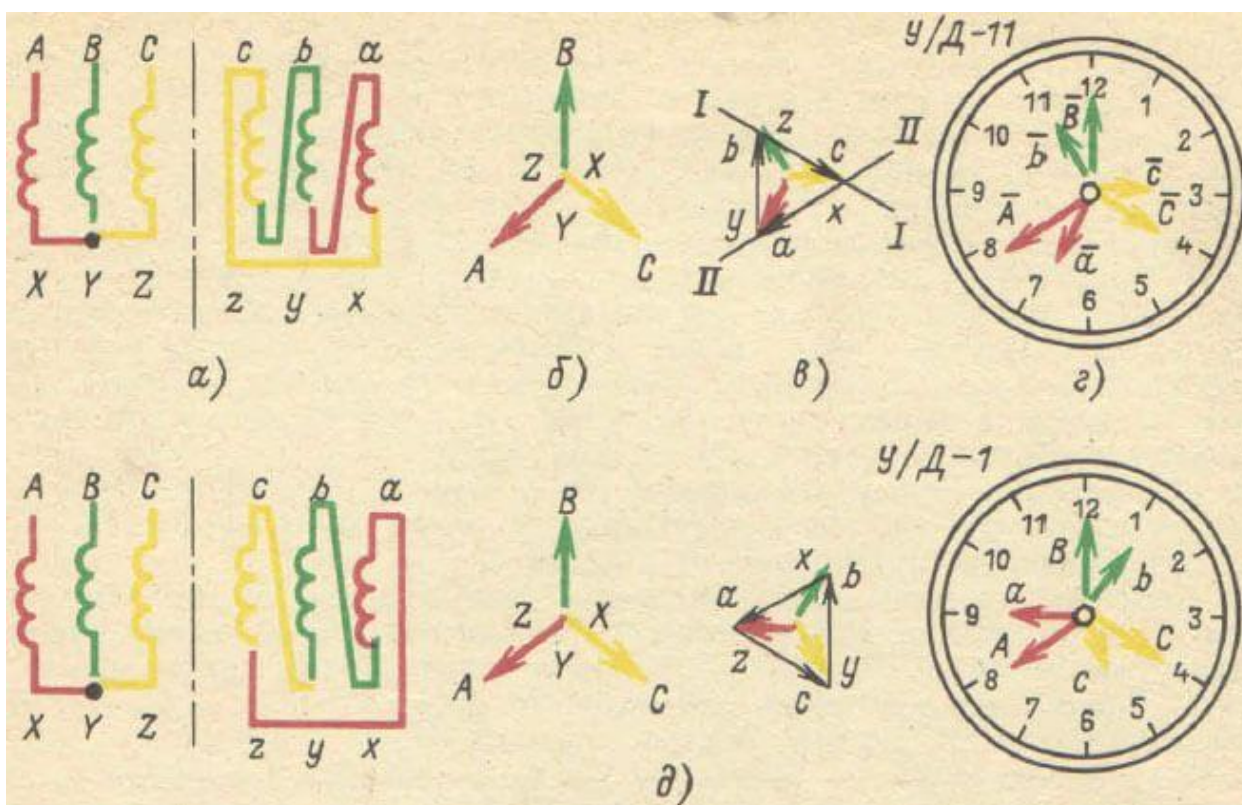

Рисунок 10. Примеры определения группы соединения при включении обмотки НН в треугольник
3. Построим векторные диаграммы для схемы на рисунке 10, а с одинаково намотанными обмотками, если обмотка НН соединена в треугольник. Векторная диаграмма обмотки ВН (рисунок 10, б) имеет такой же вид, как на рисунке 9, б так
как она также определяется **первичной сетью**. Параллельно вектору  $B\bar{Y}$  строим вектор  $b\bar{y}$ , направляя его в ту же сторону (рисунок 10, *в*). Затем, видя по схеме, что вывод  $b$  соединен с выводом  $z$ , ставим на векторной диаграмме рядом с буквой  $b$  букву  $z$ . А так как точка  $z$  принадлежит вектору  $c\bar{z}$ , проводим через нее линию  $I-I$  параллельно вектору  $C\bar{Z}$ . Затем, видя, что вывод  $y$  соединен с выводом  $a$ , ставим на векторной диаграмме рядом с буквой  $y$  букву  $a$  и проводим через нее линию  $II-II$ , параллельную вектору  $A\bar{X}$ . Точка пересечения линий  $I-I$  и  $II-II$  образует вершину треугольника, соответствующую соединению между выводами  $c$  и  $x$ . Остается расставить стрелки у векторов  $c\bar{z}$  и  $a\bar{x}$ .